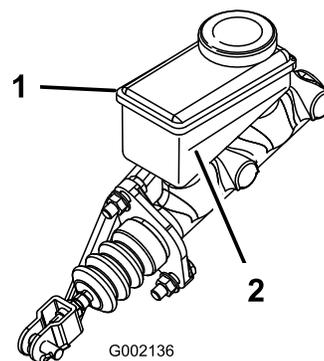

Рисунок 51
3. Проверьте уровень жидкости в боковой части бачка (Рисунок 51).
- B. Доливайте тормозную жидкость DOT 3 в бачок, пока ее уровень не будет выше отметки «Минимум» (Рисунок 51).